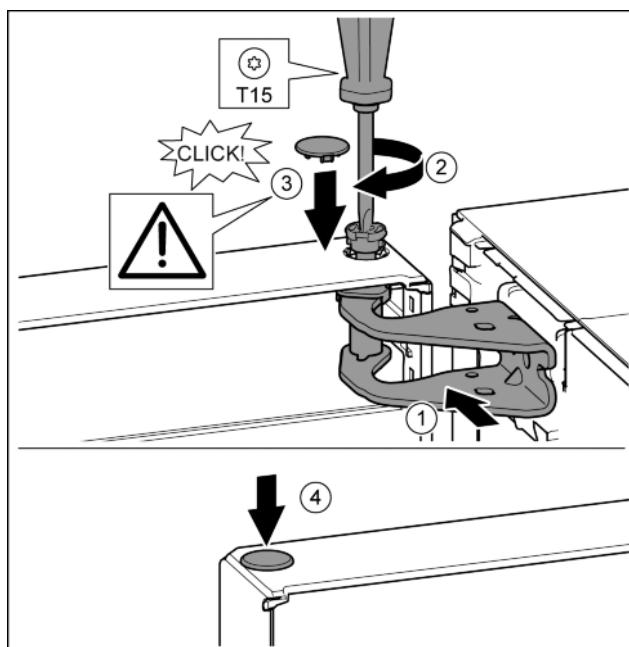

Fig. 19
- ▶ Dveře nahore vyrovnajte s otvorem ve stojanu ložiska. Fig. 19 (1)
- ▶ Vložte čep a pevně jej utáhněte šroubovákem T15. Fig. 19 (2)
- ▶ K zajištění dveří namontujte bezpečnostní kryt: Bezpečnostní kryt nasadte a zkонтrolujte, zda přiléhá na dveře. V opačném případě čep zcela zasuňte. Fig. 19 (3)
- ▶ Vložte zátku. Fig. 19 (4)